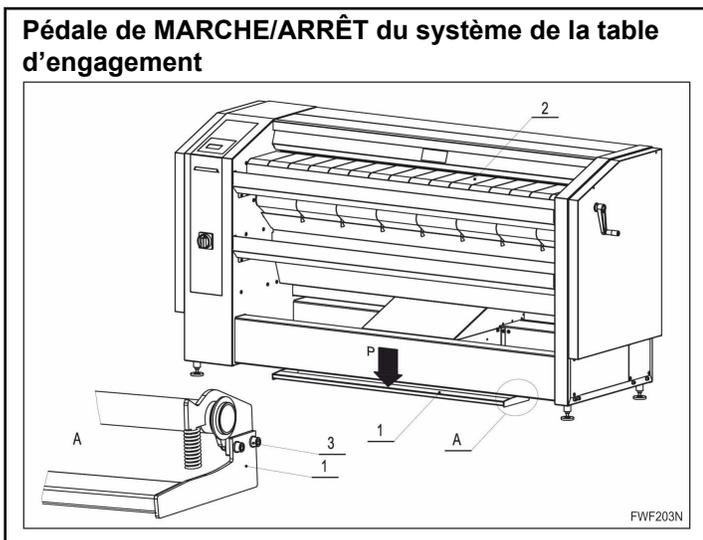

Figure 22
- La pédale de démarrage/d'arrêt de la table d'engagement, *Figure 22*, est un dispositif destiné à l'arrêt et au démarrage consécutif des bandes d'engagement de la table d'engagement. Cette pédale est située en bas à l'avant, en dessous de la traverse principale avant.